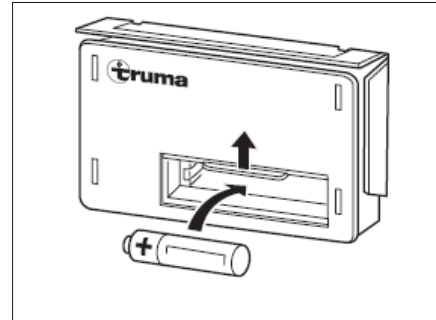

Bild 106 Batteriewechsel
- Die Abdeckung des Batteriefachs am Zündautomaten (Bild 106) nach oben schieben.
- Eine neue Batterie gleichen Typs polrichtig (+/-) in das Batteriefach des Zündautomaten einsetzen (Bild 106). Nur temperaturbeständige (+70 °C) und auslaufsichere Mignon-Batterien verwenden.